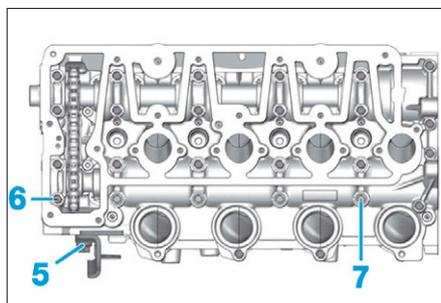

FIG. 83
- la patte de levage (5) (Fig.83),
- les 22 vis (6),
- les 4 vis (7),